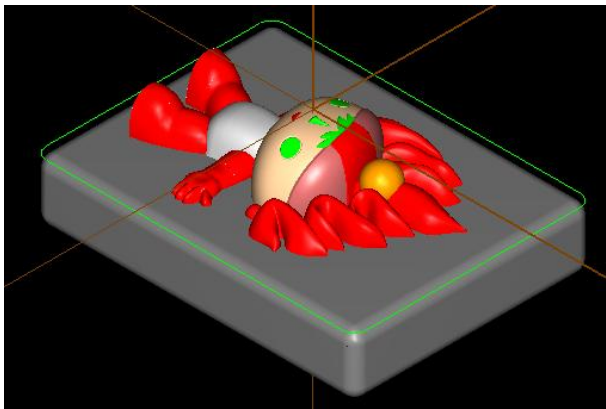

图 6-13 福娃 CAD 模型
5) 新建第 2 层，名称为“solid”，颜色：蓝色，向下挤出高度为  $15\text{mm}$  的长方体，角落倒圆角  $R3$ 。设第 1 层为当前层，颜色：灰色，由实体产生曲面，并关闭第 2 层，如图 6-13 所示。